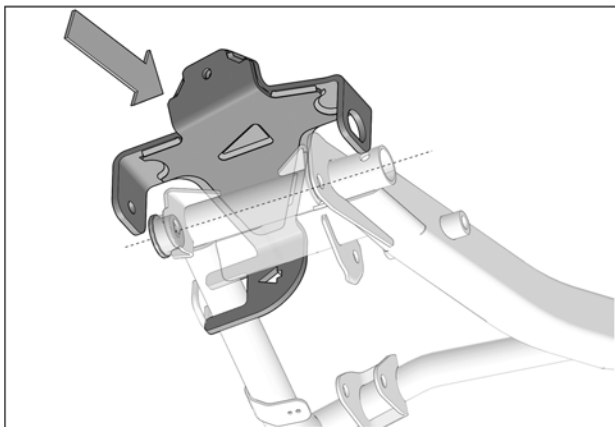

Fig. 6
7. Glisser l'ancrage vers l'arrière du bras de suspension et aligner les trous de fixation de suspension et aligner les trous de l'ancrage aux trous présents dans le bras de suspension. Voir la Fig. 6